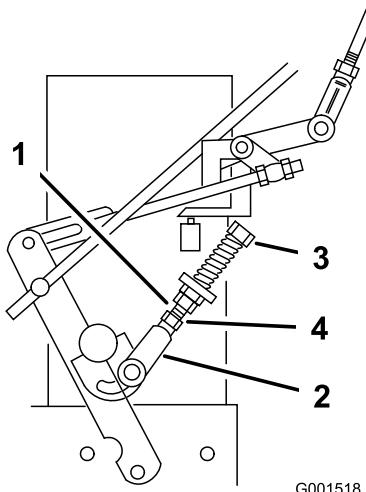

Figura 37
9. Si la rueda gira con la palanca de avance en punto muerto, los acoplamientos del control de punto muerto deben ser ajustados (Figura 37). Si la rueda se detiene, vaya al paso 12.
10. Afloje la tuerca de la horquilla del acoplamiento del control de punto muerto (Figura 37).
- de punto muerto (posición de punto muerto) (Figura 37).
- Gire el perno de ajuste 1/4 de vuelta aproximadamente en el sentido de las agujas del reloj si la rueda gira hacia atrás, o 1/4 de vuelta aproximadamente en el sentido contrario a las agujas del reloj si la rueda gira hacia adelante (Figura 37).